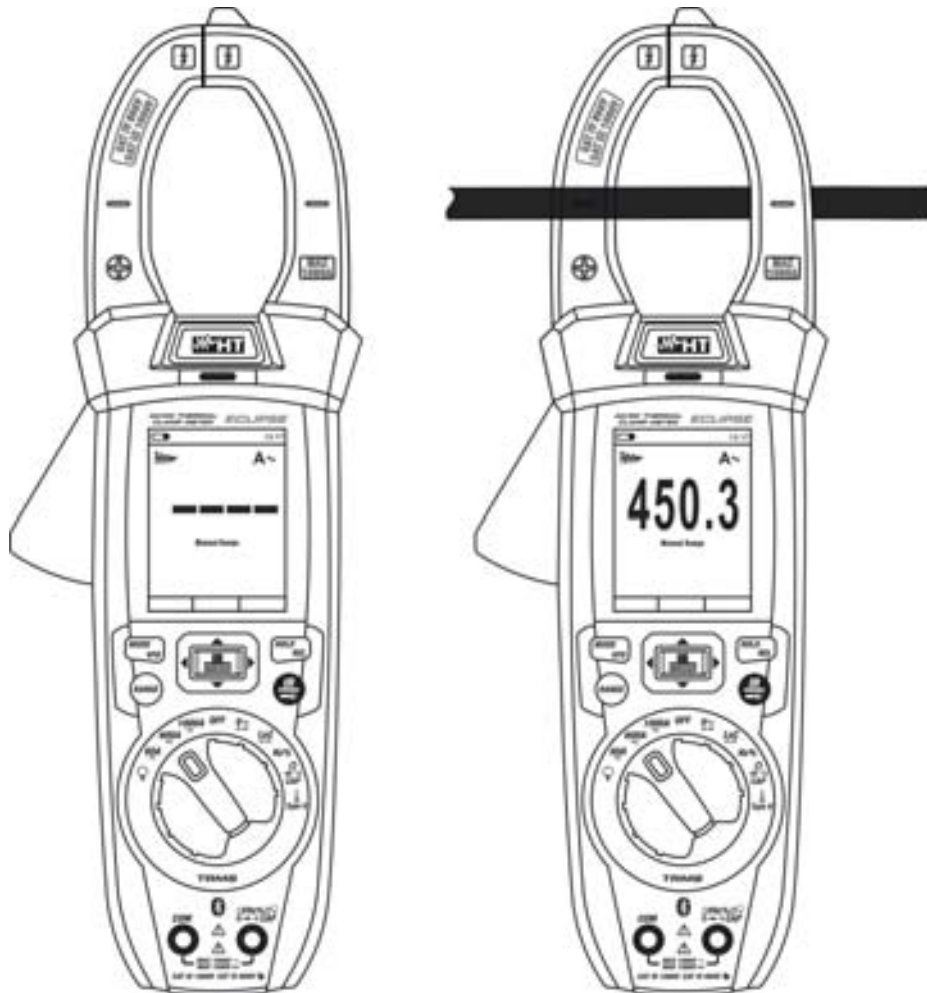

Fig. 33: Uso dello strumento per misura di Corrente di spunto (INRUSH)
3. Premere a lungo il tasto **INRUSH** per attivare la funzione "INRUSH". I simboli "A $\overline{\sim}$ " e " - - - " sono mostrati a display (vedere Fig. 33 – parte sinistra)
4. Inserire il cavo all'interno del toroide al centro dello stesso (vedere Fig. 33 – parte destra) al fine di ottenere misure accurate. Utilizzare le tacche presenti come riferimento (vedere Fig. 3).